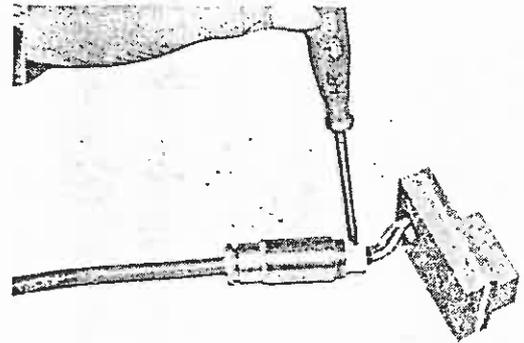

Bild 148
5. Elektrische Leitungen zum Heizkörper von den Anschlüssen des Klemmsteins trennen (Bild 148).